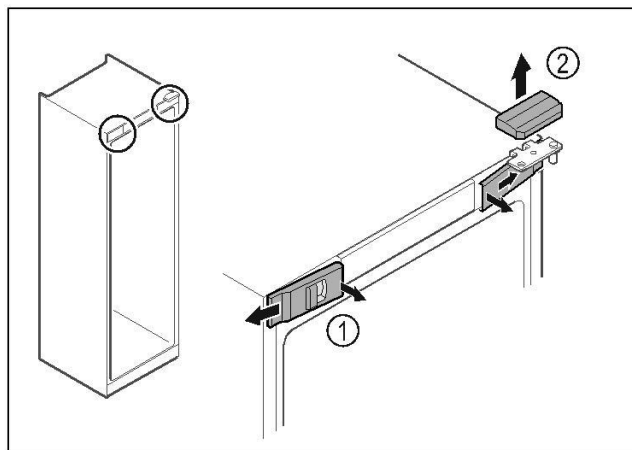

Fig. 12
- ▮ Voorste afdekkingen Fig. 12 (1) binnen ontgrendelen en naar de zijkant toe verwijderen.
- ▮ Bovenste afdekking Fig. 12 (2) naar boven toe verwijderen.